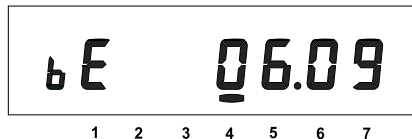

Рисунок 5.9
5.2.4.6 Окно «Дата смены литиевого элемента» (рисунок 5.9).